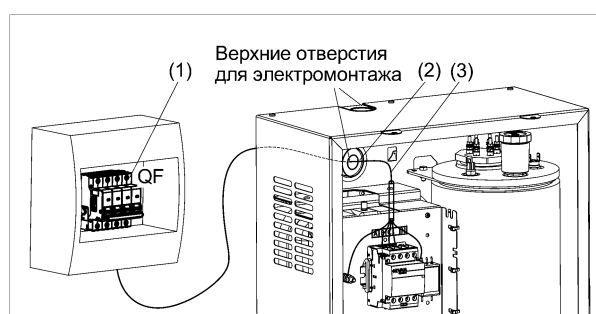

Рисунок 7. Подключение котла к электросети
**6.2.2** Подключение котла к электрической сети осуществляется только через внешний автоматический выключатель **QF** (см. рис. 7) с номинальным током (In) указанным в таблице 2.
**6.2.5** Для электромонтажа силовых и слаботочных проводов в корпусе котла предусмотрены два верхних (см. рис.7) и два нижних отверстия. Не допускается совместный электромонтаж силовых и слаботочных проводов.
- (1) Выполните монтаж внешнего автоматического выключателя **QF** в непосредственной близости от котла и доступным для визуального обзора месте (см. рис. 7);
- (2) Установите гермоввод (кабельный ввод) из комплекта поставки в отверстие для электромонтажа;
(3) Выполните монтаж силового кабеля от автоматического выключателя **QF** к клеммным колодкам электромагнитного контактора через установленный гермоввод (кабельный ввод).